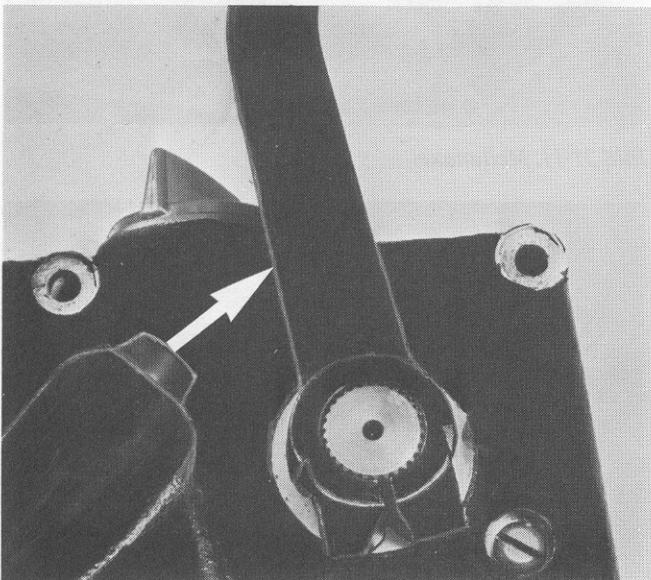

Bild 27-15. Kickpedalens läge vid ingrepp
10. Vrid kickpedalen till läge enligt bild 27-15. I detta läge skall kickhjulet och medbringarhjulet vara i helt ingrepp.